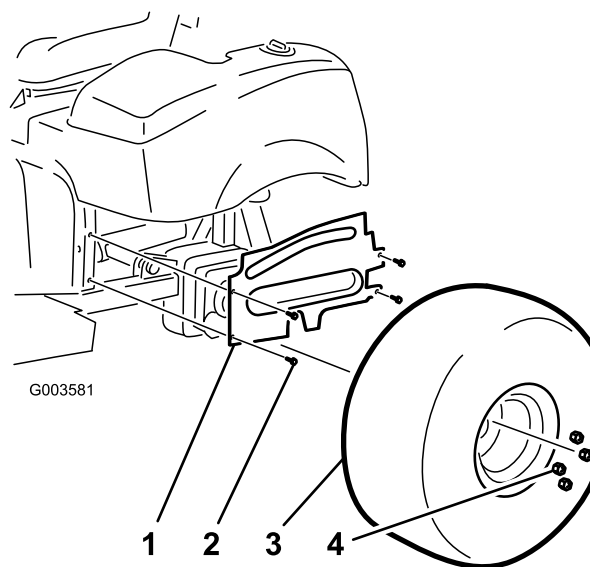

Figura 3
4. Retire los 4 tornillos con arandela prensada que sujetan la cubierta de la rueda izquierda al bastidor (Figura 3). Retire y guarde la cubierta.